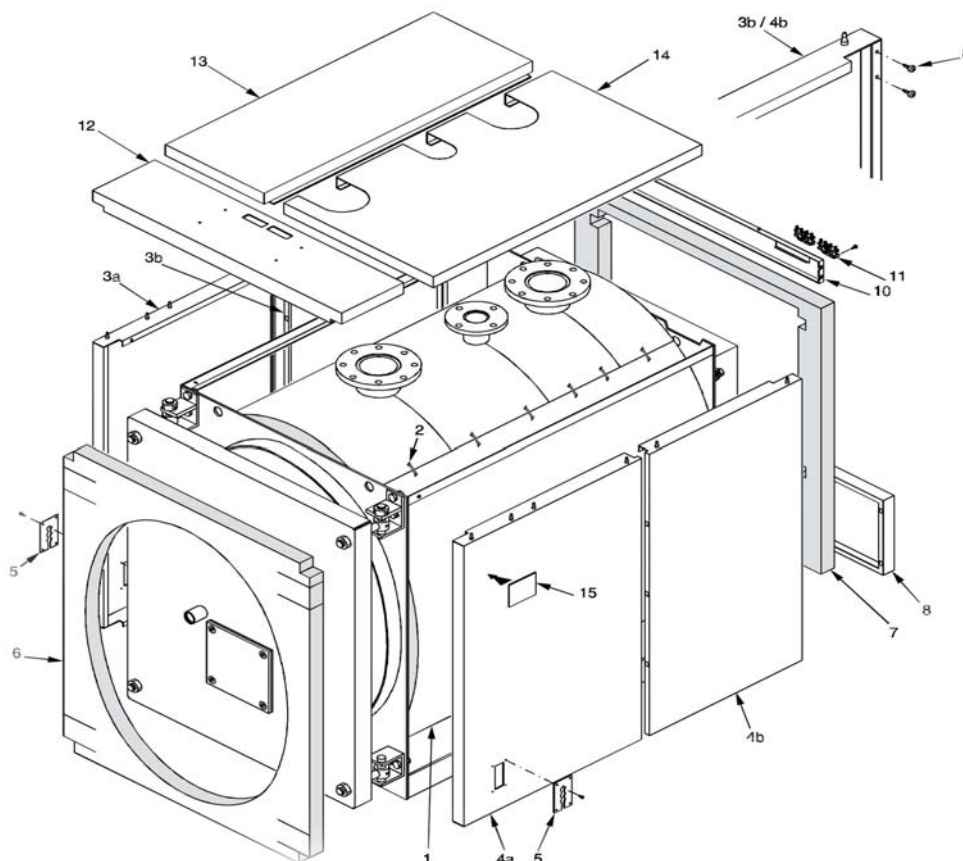

fig. 10
Para el modelo **TAURUS S 1400** siguientes (ref. fig. 10), la envoltura y el aislamiento vienen en 3 embalajes marcados:
Para los modelos **desde TAURUS S 1850 a TAURUS S 3500** (ref. fig. 10 y 11), la envoltura y el aislamiento vienen en 4 embalajes marcados:
3.2.6 Montaje de la envoltura TAU-RUS S 1200 ÷ 2400 (Ref. fig. 10)
A) Montar el aislamiento (pos. 1) del cuerpo caldera y fijar los dos bordes de juntura con los muellecitos elásticos (pos. 2 suministrados en la caja de accesorios), enganchándolos a la parte exterior en tela del aislamiento. Ejecutar un corte adecuado en la parte superior cerca de los pocitos de las sondas.
B) Posicionar los paneles laterales (pos. 3a, 3b e 4a, 4b) con el pliegue inferior de los perfiles en L en la base del cuerpo y enganchando la parte superior en los perfiles de unión de las placas. Para determinar cual de los dos lados sea el derecho o el izquierdo, hacer referencia a los pasacables en los paneles anteriores (pos. 5): deben estar hacia la parte delantera de la caldera.
C) Abrir la puerta de la caldera y montar el aislamiento delantero (pos. 6) introduciendo las bisagras